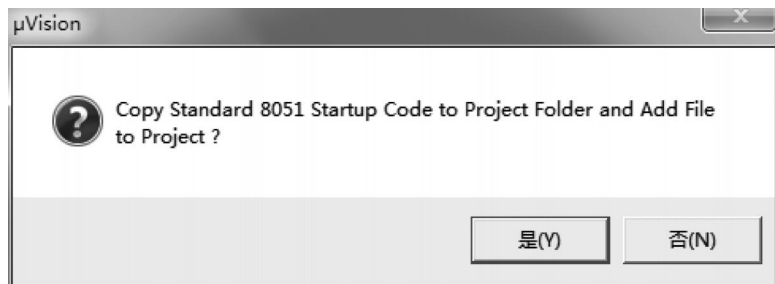

图 1-1-29 添加标准 8051 初始化程序确认框
(4)单击“Select Device for Target”对话框中的“OK”按钮，程序会询问是否将标准 8051 初始化程序(STARTUP.A51)加入项目中，如图 1-1-29 所示。单击“是”按钮，程序会自动复制标准 8051 初始化程序到项目所在目录并将其加入项目中。一般情况下，单击“否”按钮。